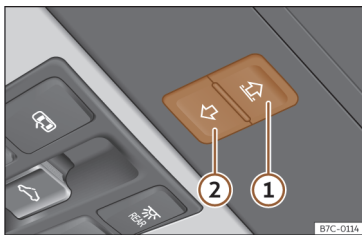

Fig. 63 Sur le revêtement intérieur du toit : bouton de fonction du store pare-soleil.
- S'il ne se ferme toujours pas, dans les 5 secondes qui suivent, appuyez sur la touche >>> **fig. 63** ② jusqu'à ce que le store se ferme complètement. **Le store se ferme sans que le dispositif anti-pincement n'intervienne !**